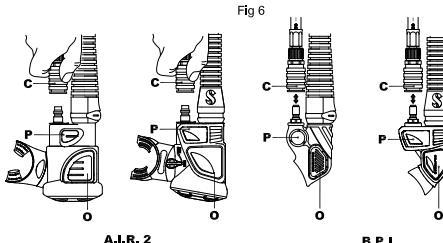

рис. 6
Для подключения быстроразъемного соединения (рис. 6 - С):
Для поддува КП нажмите кнопку высокопоточного клапана инфлятора (рис. 6-Р). Воздух должен поступить вовнутрь КП. Для лучшего контроля во время поддуваайте воздух малыми порциями, нажимая и отпуская кнопку PIV.
- Продолжайте выдох, сильно нажимая кнопку клапана орального поддува (рис. 6-О).